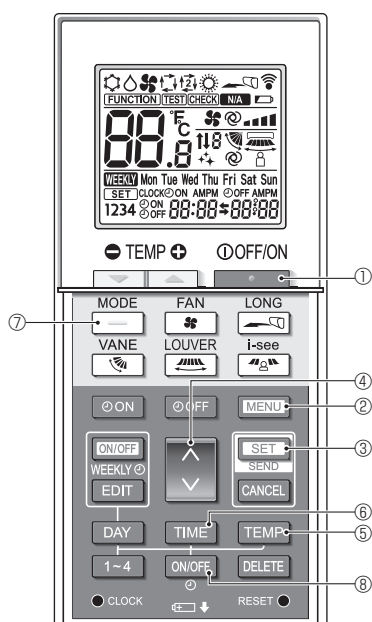
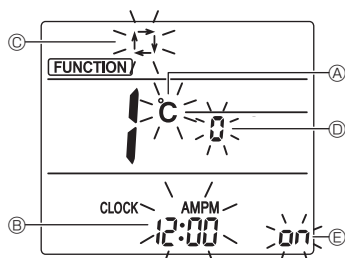

Fig. 7-9
Fig. 7-10
| Point de réglage | Réglage | Fig. 7-10 |
1. Appuyez sur la touche **TEMP** ① pour arrêter le climatiseur.
2. Appuyez sur la touche **MENU** ②.
- L'écran Réglage des fonctions s'affiche et le n° de la fonction ③ clignote. (Fig. 7-9)
- Appuyez sur la touche **▲** ④ pour changer le n° de fonction.
3. Vérifiez que la fonction n° "1" est affichée puis appuyez sur la touche **SET** ③.
- L'écran de réglage de l'affichage s'affiche. (Fig. 7-10)